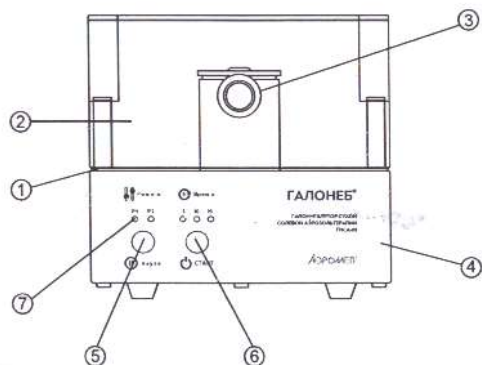

Рисунок 1. Вид ингалятора спереди
Корпус ингалятора состоит из основания 4 и крышки 2 (Рис.1).
7.1. Поднять крышку корпуса 3 (Рис.1).
7.6. Закрыть крышку корпуса - 3 (Рис. 1).
7.11. Установить время ингаляции последовательным коротким (не более 1 сек.) нажатием кнопки 6 ВРЕМЯ/СТАРТ (Рис. 1).
7.12. Установить выбранный режим работы коротким (не более 1 сек.) нажатием кнопки 5 РЕЖИМ/ПАУЗА (Рис. 1). Высвечивается соответствующий индикатор выбранного режима работы («P1» или «P2»).
7.13. Нажать и удерживать 2 секунды (до повторного звукового сигнала) кнопку - 6 ВРЕМЯ/СТАРТ (Рис. 1), при этом включится электродвигатель ингалятора и вентилятор, начнет мигать индикатор выбранной длительности и непрерывно светиться индикатор выбранного режима.
Для досрочного завершения процедуры - нажать и удерживать 2 секунды (до повторного звукового сигнала) кнопку 6 ВРЕМЯ/СТАРТ (Рис. 1).
Если требуется сделать перерыв (приостановку) во время сеанса – нажать кнопку 5 РЕЖИМ/ПАУЗА (Рис. 1). Двигатель выключится, отсчет времени до конца процедуры остановится, но ингалятор сохранит в памяти, установленные длительность и режим (будут мигать индикаторы, соответствующие оставшейся длительности процедуры и заданному режиму процедуры). При повторном нажатии кнопки 5 РЕЖИМ/ПАУЗА (Рис. 1) сеанс возобновится, отсчет времени продолжится.
8.2.2. Поднять крышку корпуса - 2 (Рис. 1).
8.2.5. С помощью сухой салфетки очистить от налета препарата соли крышку - 2 (Рис. 1) и верхнюю поверхность основания - 4 (Рис. 1).